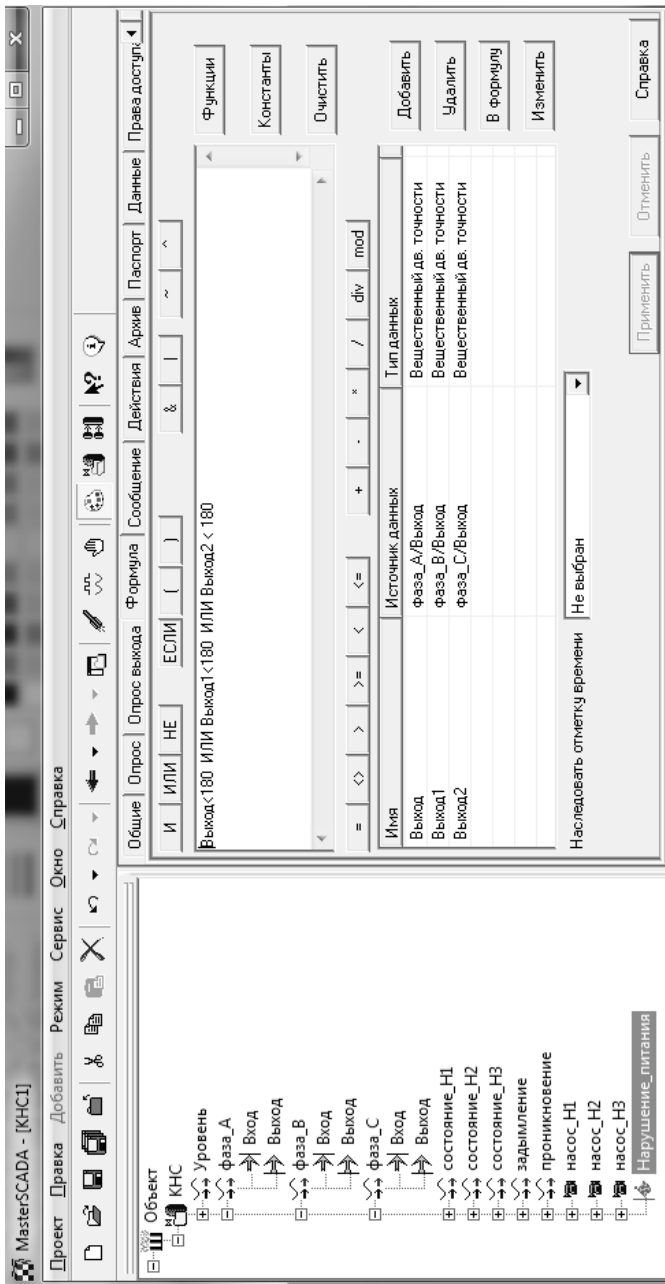

Рис. 2.21. Редактирование события «Нарушение питания»
9. Для организации сигнализации в случае нарушения электропитания (пропадание фазы или снижение напряжения ниже допустимой величины, например, 180 В) вставим через контекстное меню новый элемент – событие, нажав правую кнопку мыши на объекте «КНС», далее «Вставить» и «Событие». Переименуем событие на «Нарушение питания». Для редактирования логики работы перейдем на вкладку «Формула» этого события (рис. 2.21). По условию задачи сигнализация о нарушении электроснабжения должна возникать в случае, если напряжение одной из фаз будет менее 180 В. Из дерева объектов в поле «Источник данных» перетаскиваем левой клавишей мыши выходы элементов «фаза_A», «фаза_B» и «фаза_C». Затем записываем условие срабатывания события.